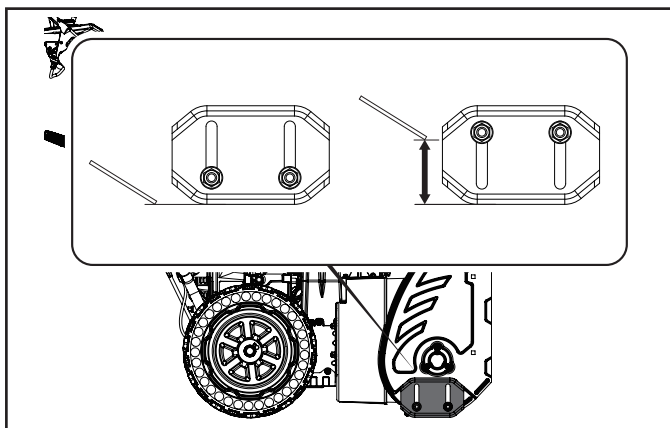

Figure 24
- Sur un terrain plat, par exemple sur de l'asphalte, les bandes de frottement doivent être ajustées à environ 5 mm ($\frac{1}{8}$ po) (la distance entre la tarière et le sol) (fig. 24).
- Sur un sol irrégulier, p. ex. des chemins de gravier, les bandes de frottement doivent être réglées à environ 30 mm ($1\frac{1}{8}$ po) (la distance entre la tarière et le sol) (fig. 24).